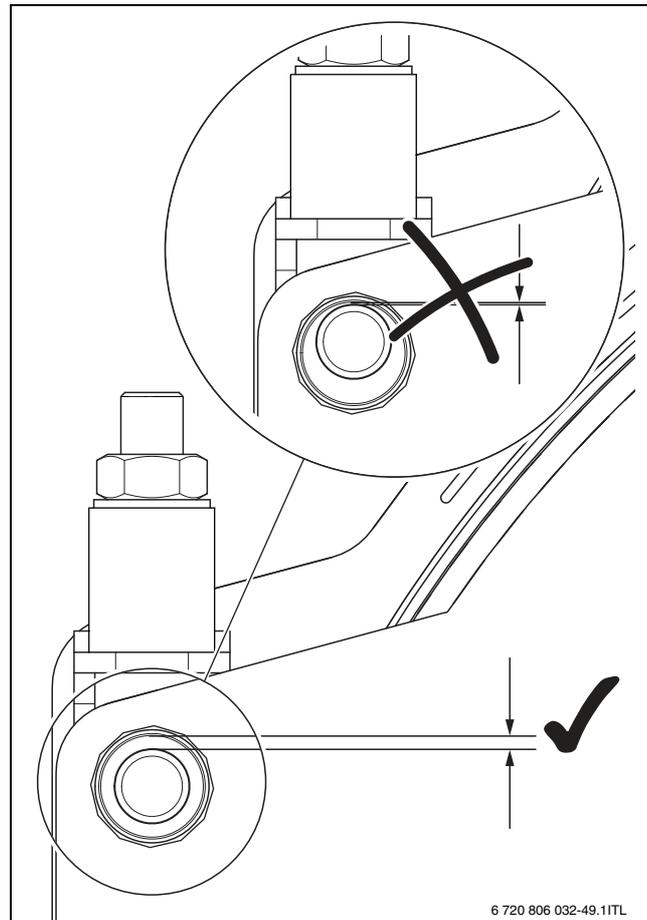

Рис. 17 Положение двери горелки и оси шарнира
- ▶ Левая сторона: опустите шарниры, отвернув гайку [2] на 2 - 3 оборота. Дверь больше не может лежать на осях шарнира двери [4] (→ рис. 17). Правая сторона: поверните стопорную гайку [3] на 2 - 3 оборота в направлении двери горелки. Таким образом дверь сдвигается от котла. Между дверью горелки и котлом должен быть зазор не менее 5 мм, чтобы не повредились уплотнения.